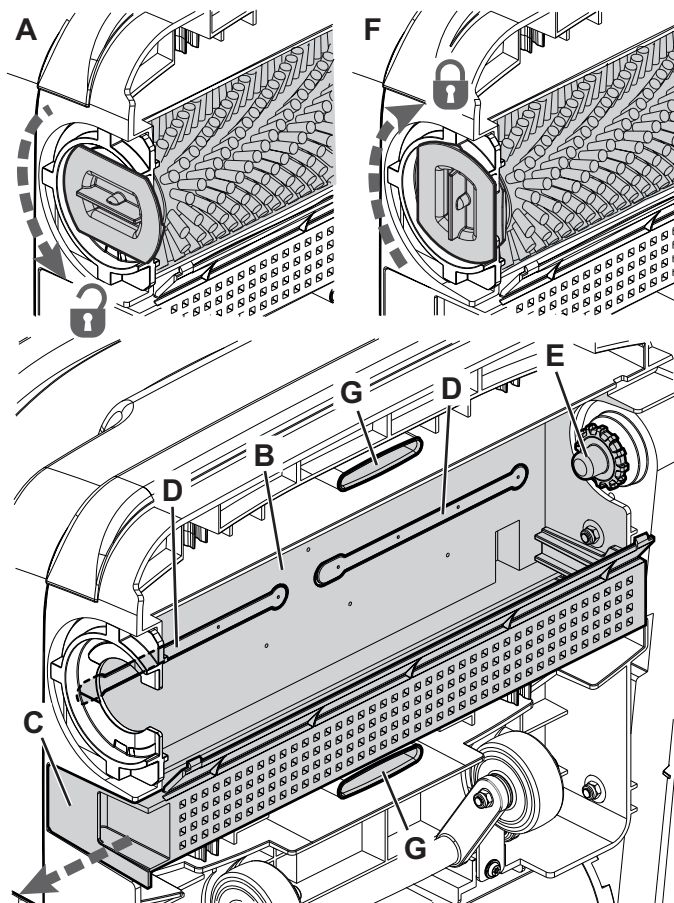

Figure 10
6. Avant de monter les barres des embouchures, nettoyer soigneusement les conduits pour l'eau de récupération (G, fig. 10) de toute saleté.
7. Monter les embouchures (20) et les accrocher complètement.
1. Tourner le levier dans le sens contraire des aiguilles d'une montre (A, Fig. 10) et enlever la brosse.
2. Nettoyer et laver la brosse cylindrique (18) avec de l'eau et du détergent.
4. Nettoyer soigneusement la zone du logement de la brosse (B).
5. Sortir le bac à débris (C), le nettoyer et le rincer à l'eau claire, puis le remettre dans son logement.
6. Démonter les doseurs de solution (D) et les nettoyer avec de l'eau et du détergent, puis les rincer et les remettre en position.
7. Remonter la brosse cylindrique (18) sur le pignon d'entraînement (E) et l'accrocher en tournant le levier dans le sens des aiguilles d'une montre (F).